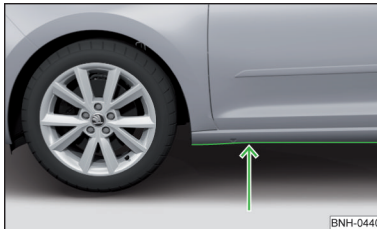

Abb. 190
- Daher vor einer Wasserdurchfahrt die Wassertiefe feststellen. Der Wasserstand darf maximal an die Unterkante des Unterholms reichen » Abb. 190.